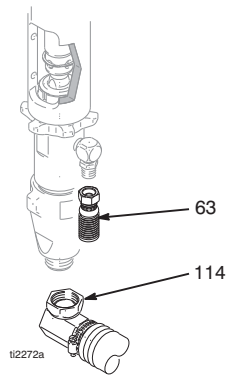

FIG. 7
3. (Fig. 7) Retire o tubo de sucção (114) e o tubo flexível de pintura (63) (retire do lado da articulação).